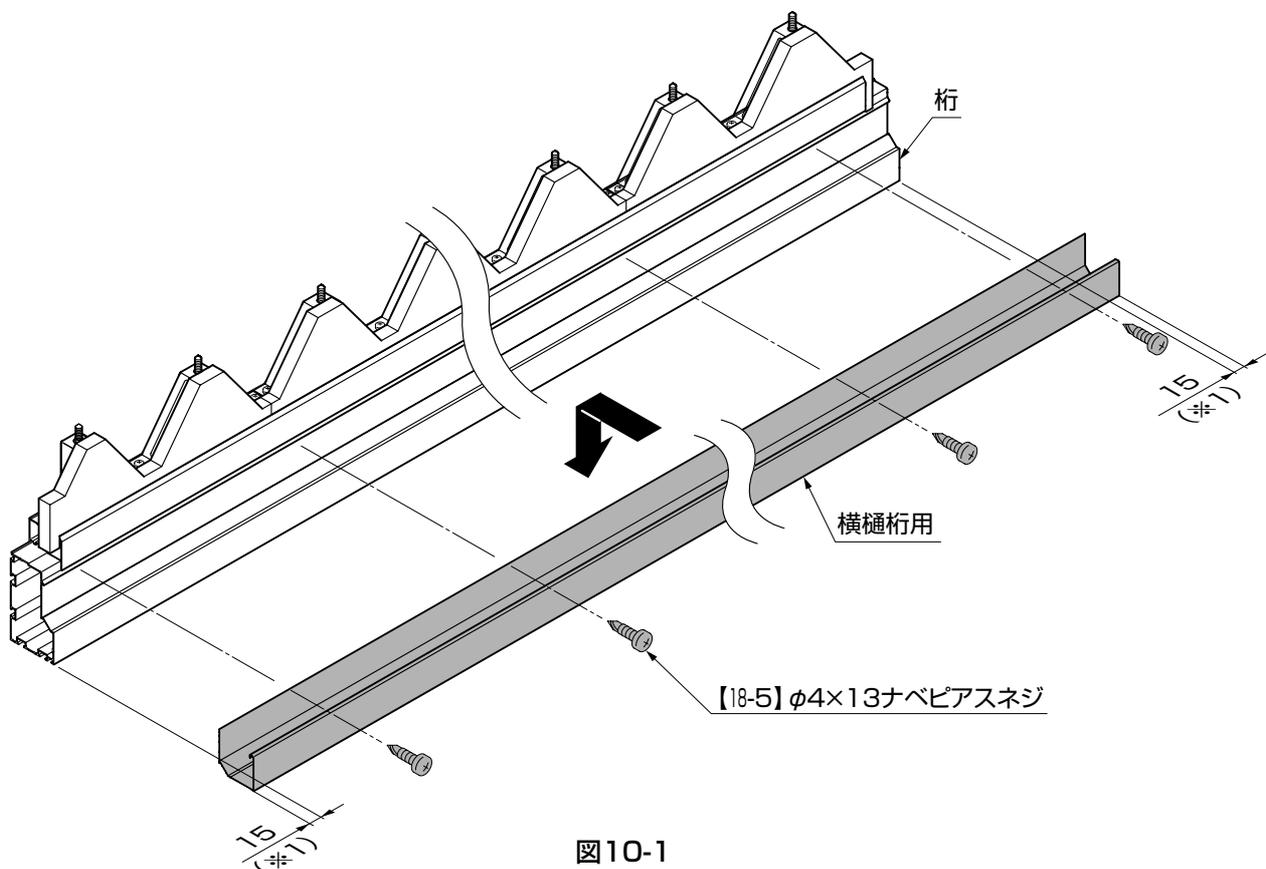

図10-1
① 桁に【18-5】で横樋用を取付けてください。(図10-1参照)